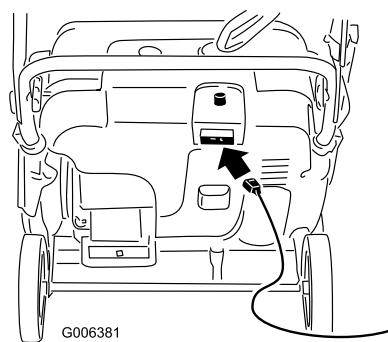
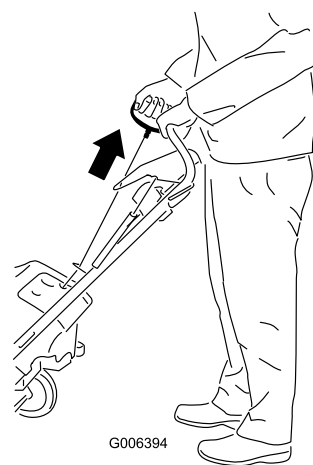

Рисунок 14
Рисунок 15
4. Присоедините удлинительный кабель к источнику питания и снегоочистителю, затем нажмите кнопку электрического стартера (только у модели 38571) (Рисунок 14) или вытяните рукоятку механического стартера (Рисунок 15).